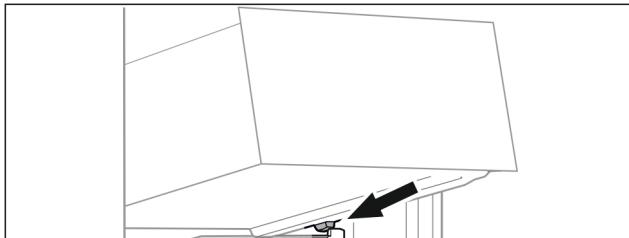

Fig. 79
- Nasadte zásuvku šikmo za zarážkami na rebro nádoby. (pozri Fig. 79)